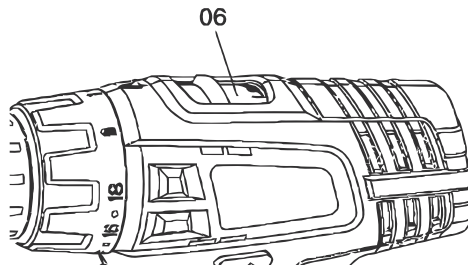

Fig. 8 – Botão seletor de velocidade
Além do ajuste de velocidade através da pressão do interruptor de acionamento, as parafusadeiras da família PFV VONDER possuem um botão seletor de velocidade (6) localizado na parte superior da máquina, Fig. 8.